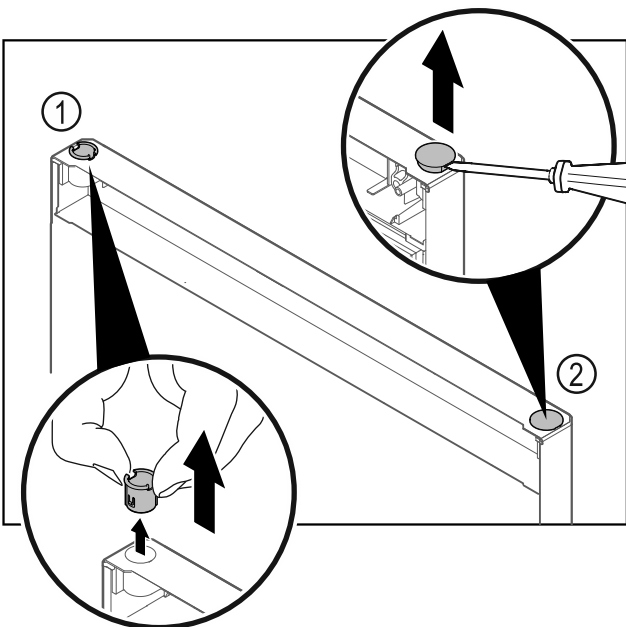

Fig. 32 Gefrierteiltür
- ▶ Scharnierbuchse Fig. 32 (1) mit den Fingern herausziehen.
- ▶ Abdeckstopfen Fig. 32 (2) vorsichtig mit einem Schlitzschraubendreher anheben und herausziehen.